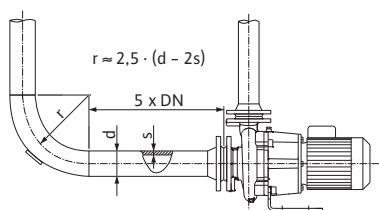

Fig. 3 : Section de stabilisation en amont et en aval de la pompe
- Une section de sédimentation doit être prévue en amont et en aval de la pompe, sous la forme d'un tuyau droit. La longueur de cette section de sédimentation doit être d'au moins 5 x DN de la bride de pompe (voir fig. 3). Cette mesure sert à éviter la cavitation du flux.